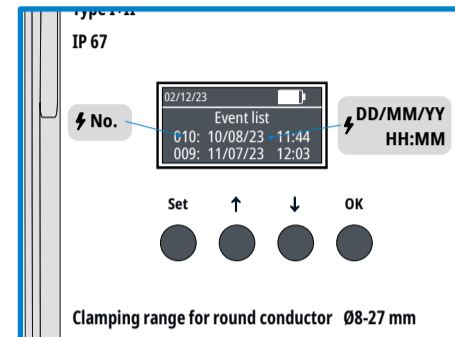

Fig. 10.2 Menu - **Event list**
1.5 Affichage de la liste des événements - **Event List** (fig. 10.2) :
Dans le menu **Last event**, appuyer sur la touche **↑** ou **↓** pour passer à la liste des événements (**Event List**, fig. 10.2).